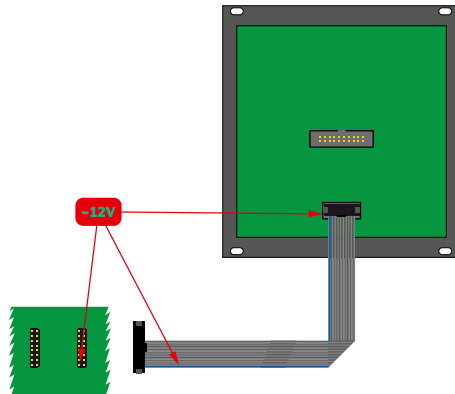

Abbildung 1: Anschluss von twinVCFilter an den Systembus
2. Stecke den 10-poligen Pfostenverbinder des mitgelieferten Flachbandkabels auf die dafür vorgesehene Stiftleiste auf der Platine des Moduls. *(siehe Abbildung 1: "Anschluss von twinVCFilter an den Systembus" auf Seite 4)*
3. Verbinde den 16-poligen Pfostenverbinder des Flachbandkabels mit dem Systembus. Die farbige Markierung muss dabei in Richtung -12 Volt zeigen! *(siehe Abbildung 1: "Anschluss von twinVCFilter an den Systembus" auf Seite 4)*